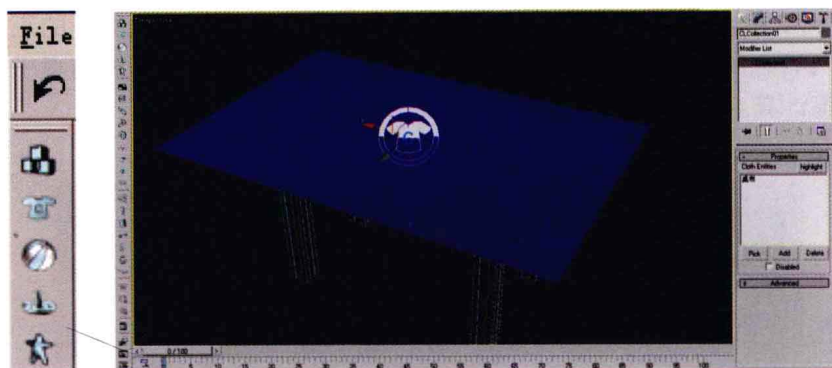

图 1-30
4. 选中【Plane】(平面)然后再选取左边【Reactor】命令面板中的 , 它会自动将桌布添加到它的采集器中去。如图 1-30 所示。